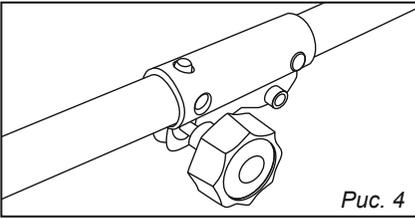

Рис. 4
6.2. Установка нижней штанги (рис. 4)